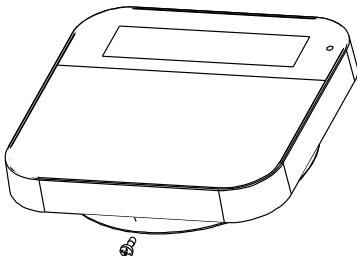

Abbildung 3
4. Befestigen Sie die Gehäuseschraube an der Unterseite der Frontabdeckung an (siehe Abbildung 3).